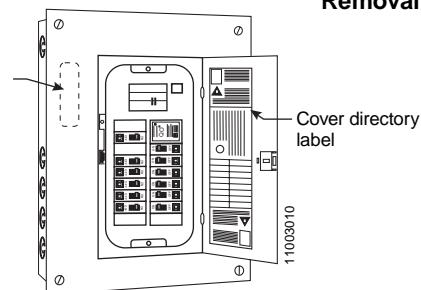

Figure 9: Label Locations on Load Centre Cover
2. Attach the French translation label, supplied with the load centre, to the rear of the cover. See Figure 9.
2. Fixer l'étiquette en français, fournie avec le centre de distribution, au dos du couvercle. Voir la figure 9.